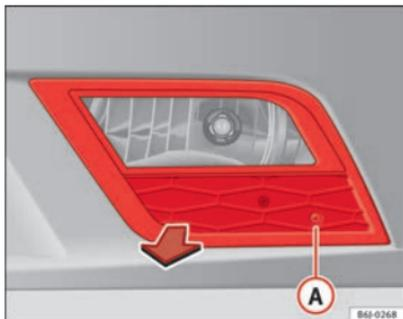

Abb. 187 Nebelscheinwerfer
- Entfernen Sie die Schraube ⇒ Abb. 187 **A** mit einem Schraubendreher aus dem Gitter des Nebelscheinwerfers.